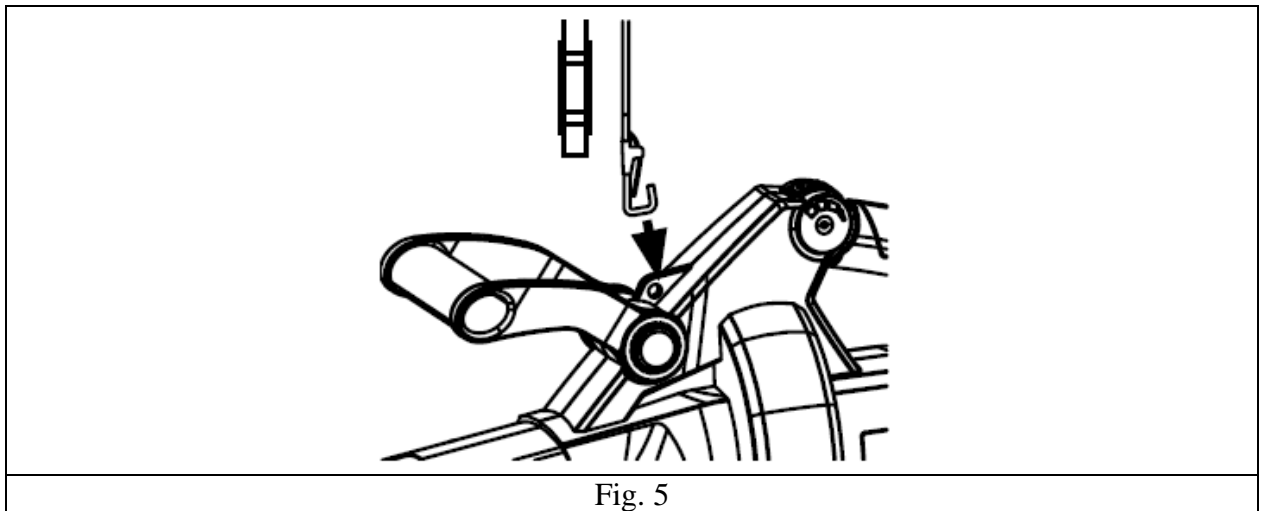

Fig. 5
- La tracolla può essere collegata al punto di montaggio (proprio dietro la maniglia anteriore) con la clip.(Fig 5).